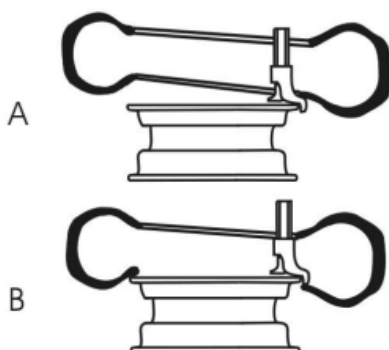

Abb.27
- Passen Sie die relative Position zwischen dem Reifen und dem Montage-/Demontagekopf an, damit der Reifenwulst den Montage-/Demontagekopf überquert. Am Ende des Montage-/Demontagekopfs sollte der Reifenwulst auf dem Montage-/Demontagekopf platziert werden (Abb.27-A). Am Anfang des Montage-/Demontagekopfs sollte der Reifenwulst unter der ballförmigen Erhebung des Montage-/Demontagekopfs platziert werden (Abb.27-B).